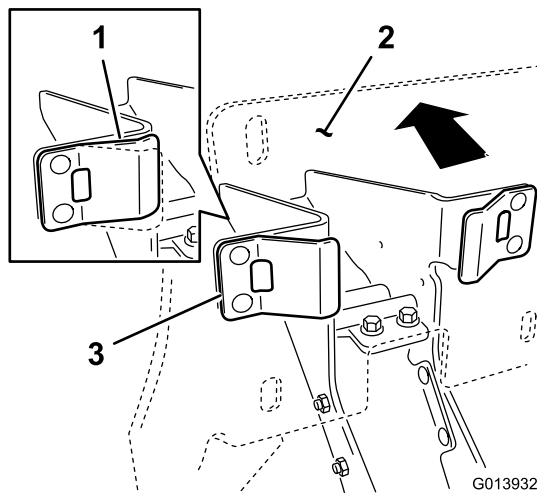

Bild 11
4. Nachdem Sie sich vergewissert haben, dass die Kunststoffanschläge die Federnasen berühren, üben Sie genügend Druck auf die Rückplatte der Wiege aus, um die Federnasen auf halbem Wege zusammenzudrücken (Bild 11).